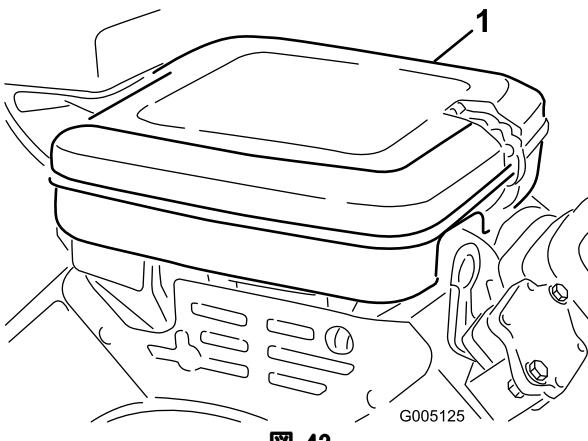

図 43
- ロック用クリップを取り、エアクリーナ・カバー（図 43）を外す。カバーを丁寧に清掃する。